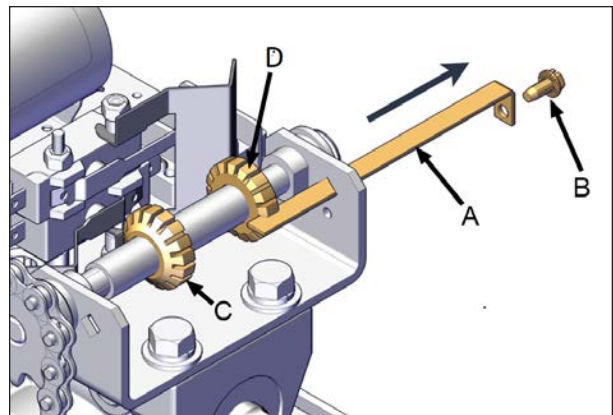

FIGURE 61: RETIRER LA LAME
3. Retirer la vis de fixation de la lame (item B, Figure 61) et retirer la lame (item A, Figure 61). Attention de ne pas tourner les roues dentées (items C et D, Figure 61).
5. Après avoir réglé la limite supérieure de la course, réinstaller la lame en place en veillant à ce qu'elle soit insérée entre les dents de chaque roue dentée. Ne jamais remettre le système en marche sans la lame et la vis de fixation, voir Figure 61.